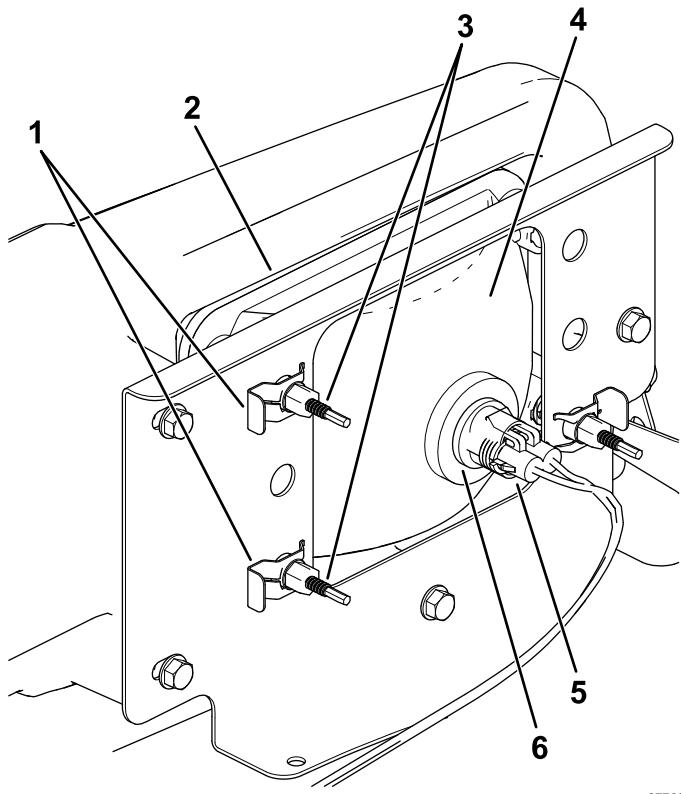

図 39
3. ランプアセンブリのコネクタから、ハーネス用のコネクタを外す図 39。
4. ヘッドライトをヘッドライトブラケットに固定しているスピードクリップを外す図 39。
5. ヘッドライトアセンブリ全体を前に押出して、前バンパーから外す図 39。
6. 取り付け穴に新しいヘッドライトを取り付ける図 39。
8. ハーネス用のコネクタを、新しいランプアセンブリのコネクタに接続する図 39。
5. ヘッドライトアセンブリの裏側部分にある調整ねじ図 39を回してヘッドライトアセンブリの角度を変えてビームの方向を調整する。